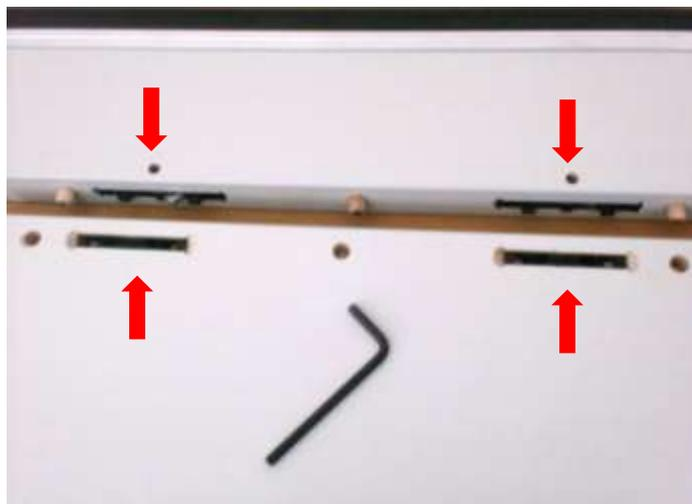

Abbildung 1
Der Teleguard Bettfluchtbügel wird zusammengebaut, indem der Sensorbalken auf die kurze Platte aufgesteckt – Abbildung 1 und mit dem Steckschlüssel ③ links und rechts gut festgezogen wird, sodass sich der Sensorbalken nicht mehr bewegt – Abbildung 2